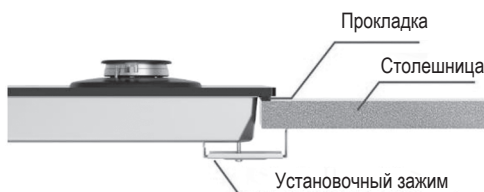

Рисунок 7
- Чтобы предотвратить попадание посторонних материалов и жидкостей между варочной панелью и столешницей, прикрепите прокладку к отверстию стойки, не допуская перекрытия перед установкой. (Рисунок 7)
- Закрепите устройство на столешнице с помощью установочного листа и винтов. (Рисунок 7 и 8).